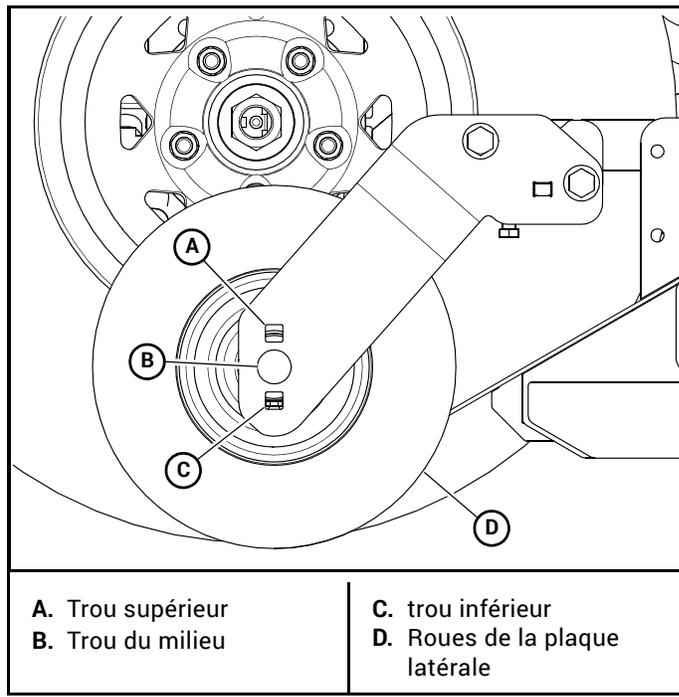

Figure 3-18
4. Dévisser la roue du plateau de coupe latéral et la déplacer jusqu'au trou approprié. Resserrer l'écrou. Figure 3-18